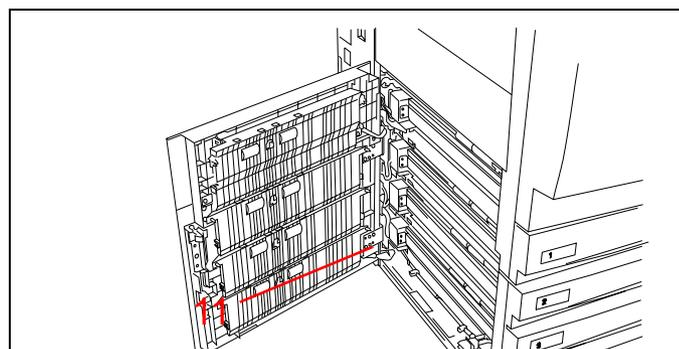

Figura 4
**Aponte o local** onde se encontra a placa com o número de série. Consulte a Figura 4.